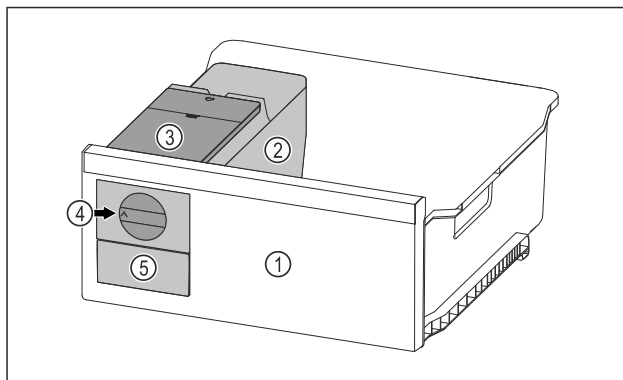

Fig. 97 Przykładowa prezentacja
- Pokrętko Fig. 97 (4) obrócić zgodnie z ruchem wskazówek zegara.
- ▷ Kostki lodu wypadają do pojemnika na kostki lodu w szufladzie na kostki lodu Fig. 97 (5).